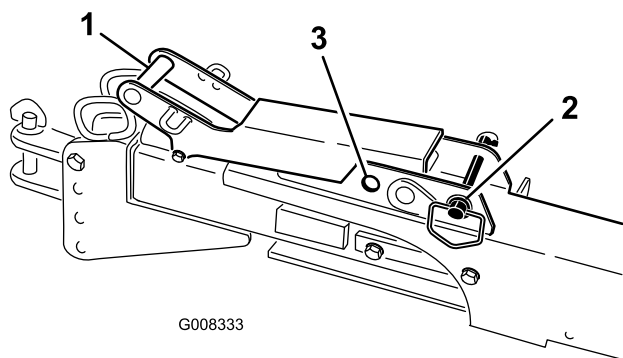

Figura 21
- Controllate che il perno della maniglia di chiusura si trovi in posizione sbloccata (posteriore) (Figura 21).
Nota: Bloccate il gancio in posizione prolungata spostando il perno della maniglia di chiusura in avanti (bloccato) (Figura 21).